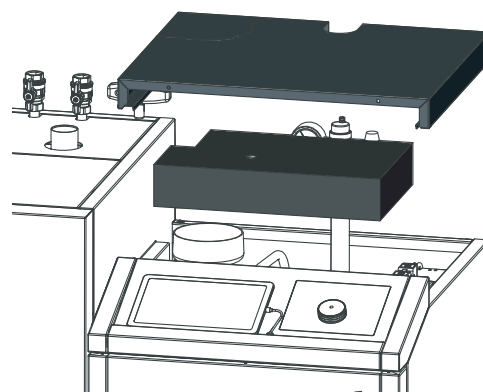

Fig. 61 Abdeckung oben und Isolierung entfernen
- ▶ Abdeckung oben und Isolierung über Deckel-Nachheizflächen entfernen – Fig. 61.